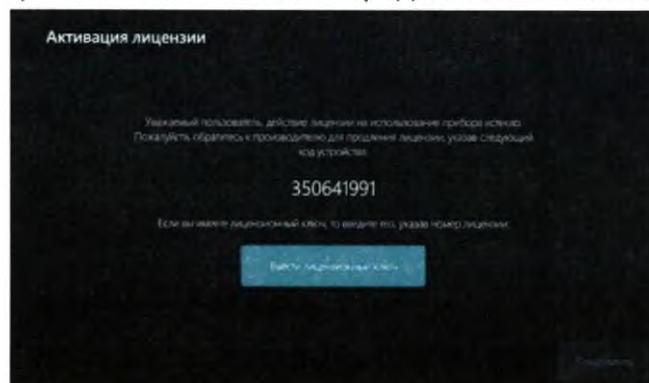

Рис.9.1 – Окно с истекшим сроком лицензии
9.1.1 Если срок действия лицензии истек, то на экране Прибора появляется окно вида как на рис. 9.1 с сообщением «Уважаемый пользователь действие лицензии на использование прибора истекло. Пожалуйста обратитесь к производителю для продления лицензии, указав следующий код устройства».